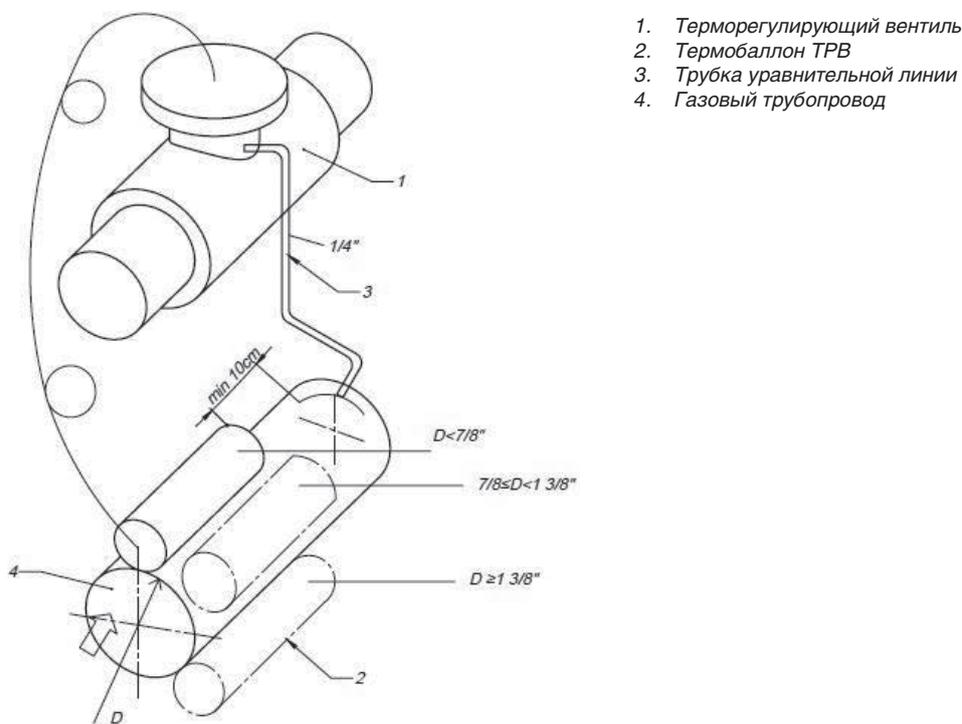

Рисунок 33. Крепление термобаллона ТРВ
Терморегулирующий вентиль (ТРВ) (2) может устанавливаться в положении мембраной «вверх» или «вбок» (запрещается – «вниз»), по возможности как можно ближе к распределителю жидкости или входу в испаритель (1). Термобаллон (3) крепится на горизонтальном участке трубопровода линии всасывания на расстоянии от 0,3 до 1,5 м от выхода из испарителя. Его положение в зависимости от диаметра трубопровода показано на рисунке 32. Необходимо обеспечить хороший тепловой контакт термобаллона с трубопроводом, для чего рекомендуется применение специальных теплопроводных паст. Крепление осуществляется специальным хомутом из комплекта ТРВ (крепление должно обеспечивать наиболее плотный и надежный тепловой контакт, не ослабевающий при температурных перепадах). Необходимо тщательно теплоизолировать термобаллон. Трубка уравнивающей линии (4) должна проводиться по кратчайшему расстоянию без прогибов и провисаний. Трубка впаивается (или присоединяется на резьбовое соединение «гайка – клапан Шредера») после термобаллона по направлению движения хладагента на расстоянии не менее 0,1 м от него (см. рис. 33) в верхней части трубы.